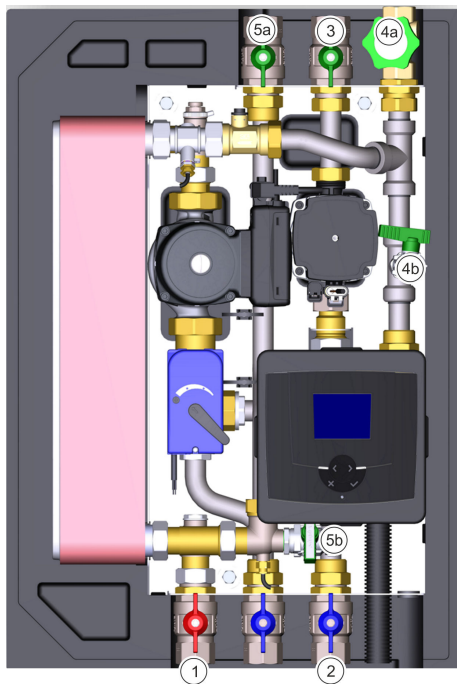

Abb. 26: Frischwarmwasserstation füllen
5. ➤ Anschluss Hauptzuleitung Trinkwasser (Abb. 26/4a oder 4b) langsam öffnen.
6. ➤ Anschluss Trinkwasserverteilung (warm) (Abb. 26/5a oder 5b) öffnen.
7. ➤ Wenn vorhanden und bereits angeschlossen, Anschluss integrierte Zirkulation (Abb. 26/3) öffnen.
Primäranschluss Wärmeversorgung Vorlauf (Abb. 26/1) langsam öffnen.
10. ➤ Primäranschluss Wärmeversorgung Rücklauf (Abb. 26/2) öffnen.